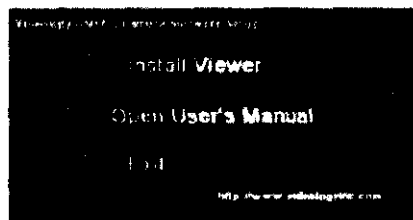

Figura 10
7. Aparecerá una nueva ventana emergente denominada "Videology USB2.0 Camera Software Setup" tal como se muestra en la **Figura 10**; haga clic en la opción "Install Viewer" destacada por un círculo.